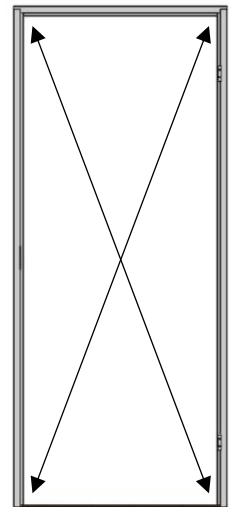

Bild 1
5. Kryssmät karmen så diagonalmåttarna har samma längd (se bild 1).